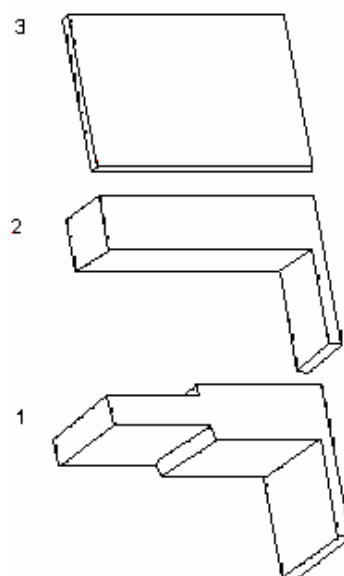

Рис. 1. Разбиение КОНСТРУКЦИИ на ПОДКОНСТРУКЦИИ
- 3 - плита перекрытия (рис.1) .